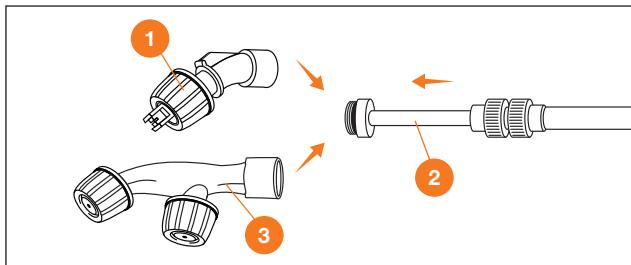

Рис. 8
2. Накрутите телескопическую штангу 2 на насадку форсунки 1 или на двойную насадку форсунки 3 и зафиксируйте её (Рис. 8).